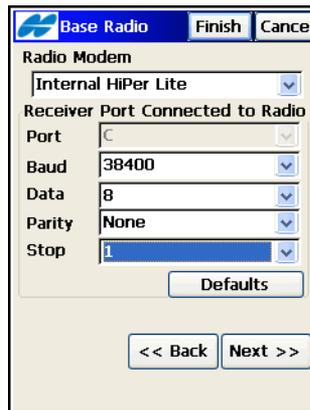

Abbildung 4-9. Basisfunkgerät konfigurieren
2. Richten Sie das Funkmodem für die Basis ein und tippen Sie auf **Weiter** (Abbildung 4-9).
9. Richten Sie den Roverfunk wie den Basisfunk ein (siehe Abbildung 4-9 auf Seite 4-9) und tippen Sie auf **Weiter**.